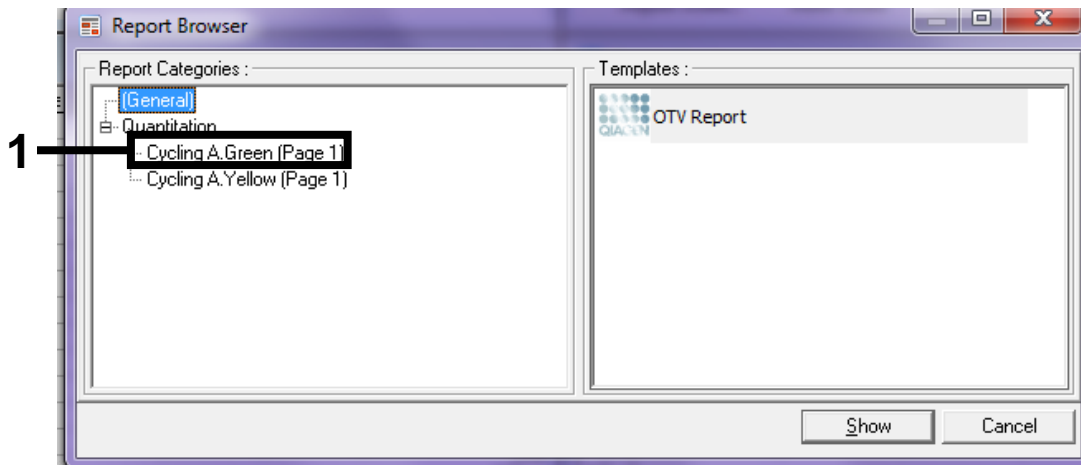

Figure 37. Navigateur de rapports (1 = bouton « Cycling A. Green (Page 1) » (cycle A vert)).
9. Dans le navigateur de rapports, cliquer sur « Cycling A. Green (Page 1) » (cycle A vert) dans « Report Categories » (catégories de rapports) (figure 37).